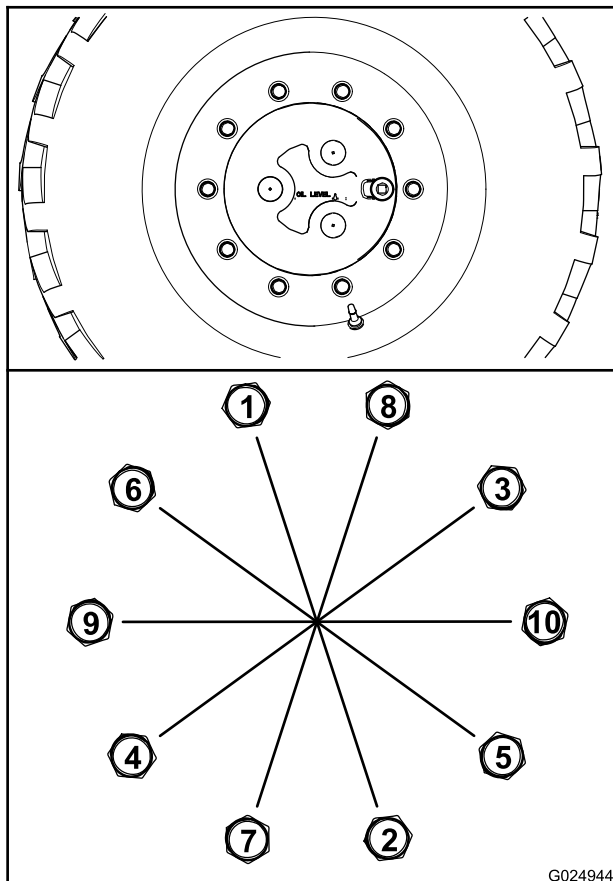

Figura 83
- A. Serrate tutti i dadi delle ruote a una coppia di 100 Nm nella sequenza illustrata in Figura 83.
- B. Serrate tutti i dadi a una coppia di 200 Nm nella sequenza illustrata in Figura 83.
- C. Serrate tutti i dadi a una coppia di 300 Nm nella sequenza illustrata in Figura 83.